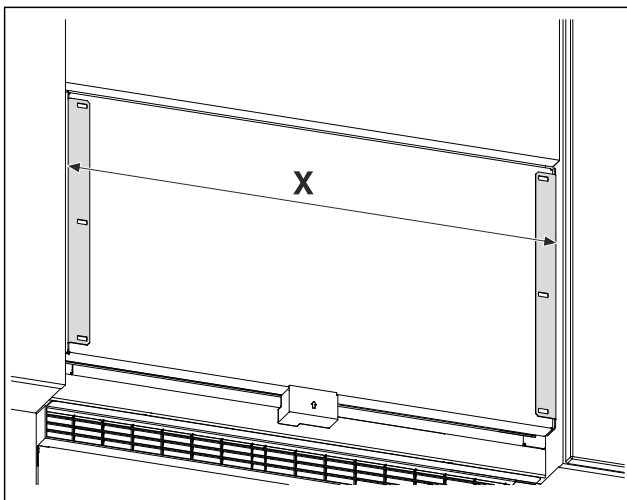

Fig. 25 Exempelbild
- Mät avstånd Fig. 25 (X) mellan fästvinkelns ytterkanter.